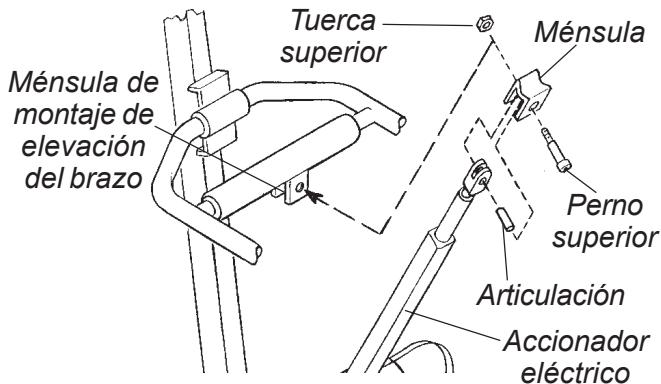

FIGURA 2 - COLOCACIÓN DEL ACCIONADOR ELÉCTRICO EN EL POSTE
COLOCACIÓN DEL ACCIONADOR ELÉCTRICO EN EL POSTE (FIGURA 2)
2. Ubicar el accionador eléctrico en la ménsula de montaje de elevación del brazo como se indica en la **FIGURA 2**.